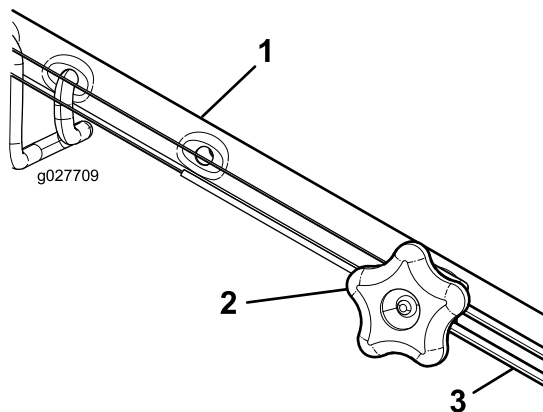

Рисунок 39
1. Поверните ручку регулировки против часовой стрелки, чтобы ослабить затяжку троса (Рисунок 39).
2. Отрегулируйте натяжение троса (Рисунок 39), потянув его назад или вперед, затем удерживайте в этом положении.